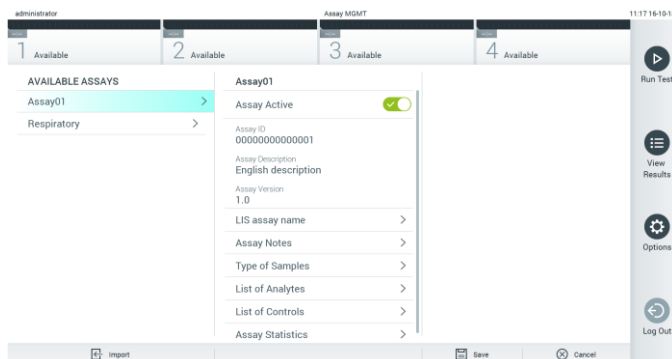

图 56. 激活检测。
7. 选择 Assay Active（检测激活）激活检测（图 56）。